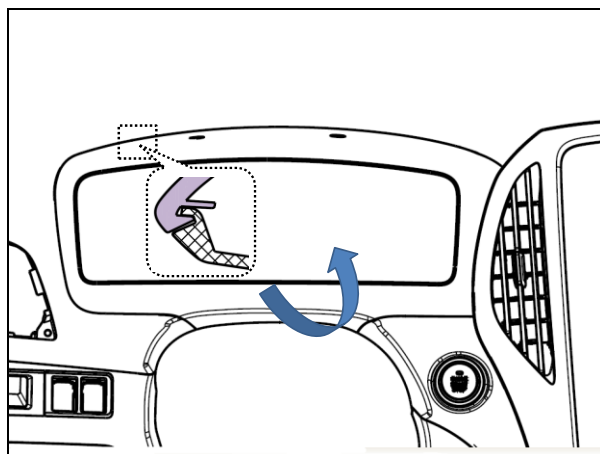

图 1.5.4 组合仪表罩板拆卸示意图
- (1) 用十字螺丝刀先将组合仪表罩内板上端的两个螺钉（Q2734216AF31）取下。
- (2) 双手抓住组合仪表罩内板下面两个角落位置，缓慢拔出底部两个卡脚，顺势依次自相而上旋转将另外卡脚全部脱出相应孔位。
- (3) 最后旋转角度将组合仪表罩内板左上角的小翻边从上本体中脱出。如图 1.5.4。